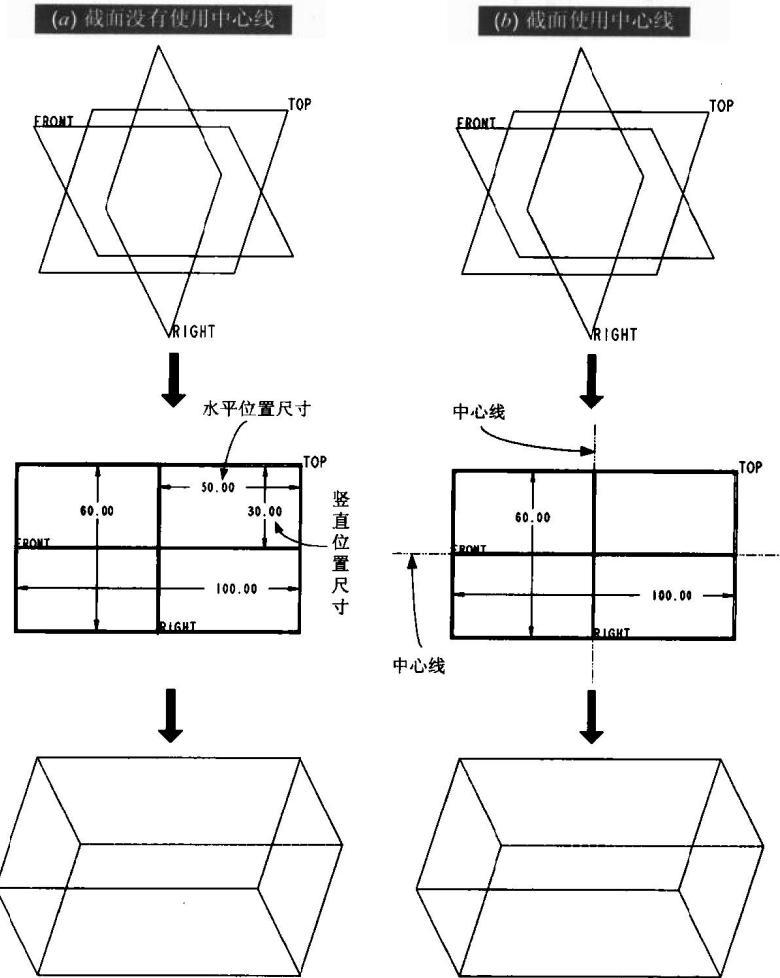

图1.3
- 辅助的几何图元点 ■ 与中心线 ■: 可以作为创建其他二维几何图元时的参考, 或作为约束。例如在图 1.3(a)中, 若没有使用中心线, 则须标注二维截面的水平及竖直位置尺寸, 而图 1.3(b)即是使用中心线, 以省却截面的水平及竖直位置尺寸的标注, 并表达截面能上下对称及左右对称的设计理念。